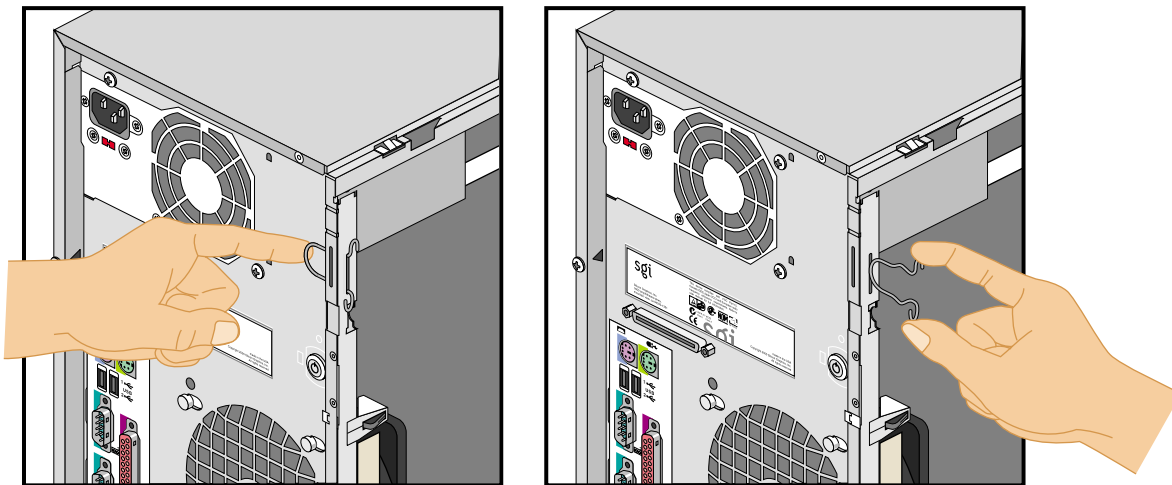

图 2-28 从存储插槽取下锁定环
3. 将锁定环的两个卡钩朝相对方向按，并推动该环使其脱离机架，从而将其从存储插槽卸下。该过程说明如图 2-28 所示。